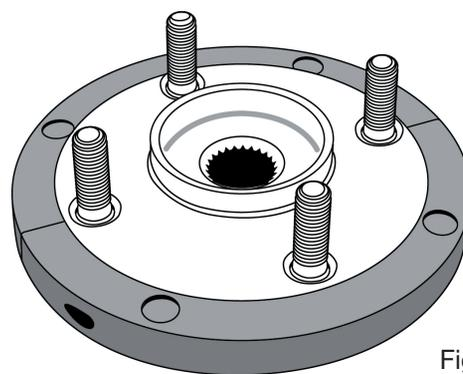

Fig 2
- Inizialmente inserire l'adattatore (I) assicurandosi che non vada ad interferire con il sensore ABS.
- Fare riferimento alla Fig. 2: assemblare i gusci per l'inserimento (A) sul nuovo cuscinetto / flangia e fissarli con le viti di fermo, (D) presenti nella dotazione.
- Assemblare i quattro perni (E) alla piastra (B). L'o-ring di gomma sul perno lo fisserà nell'attacco della piastra.
- Per estrarre il cuscinetto / flangia, tenere fermo il dado (F) con una chiave da 30 mm mentre si gira la vite principale con una bussola da 22 mm. (Non usare strumenti ad aria).